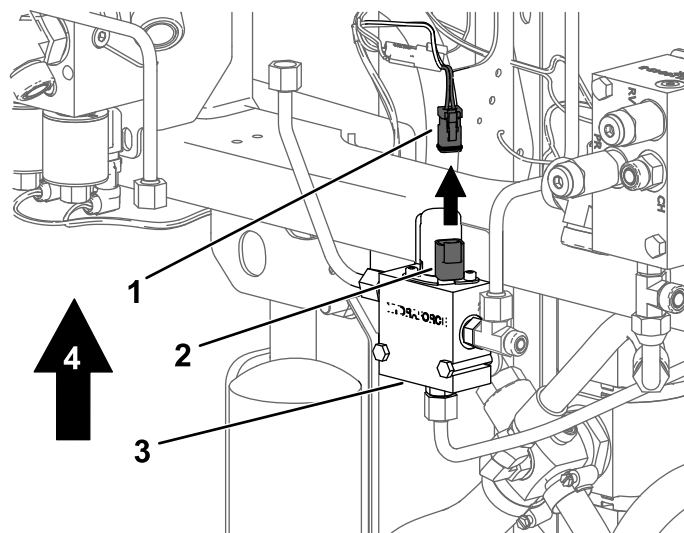

**Figura 28**
9. Encaminhe os 2 fios restantes que não estejam diretamente ligados ao relé ao longo da cablagem existente sob a estrutura até ficarem diretamente por cima do coletor de 3 vias (Figura 28).
13. Encaminhe as restantes extremidades soltas para baixo em torno da estrutura inferior e ligue-as às 2 bobinas no coletor do divisor de fluxo no interior do pneu frontal direito (Figura 28 e Figura 32).